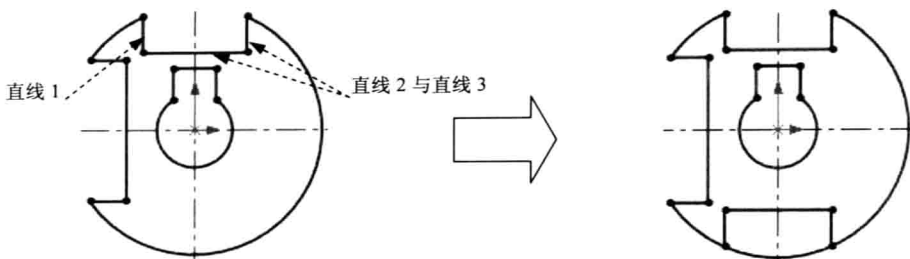

图 2.9 镜像草图 1
(1) 选择命令。选择下拉菜单 **工具(T)** → **草图工具(S)** →  **镜像(M)** 命令。
(2) 定义镜像对象。在图形区中选取图 2.9 所示的直线 1、直线 2 和直线 3 作为镜像对象。
(3) 定义镜像中心线。选取水平中心线作为镜像中心线，结果如图 2.9 所示。